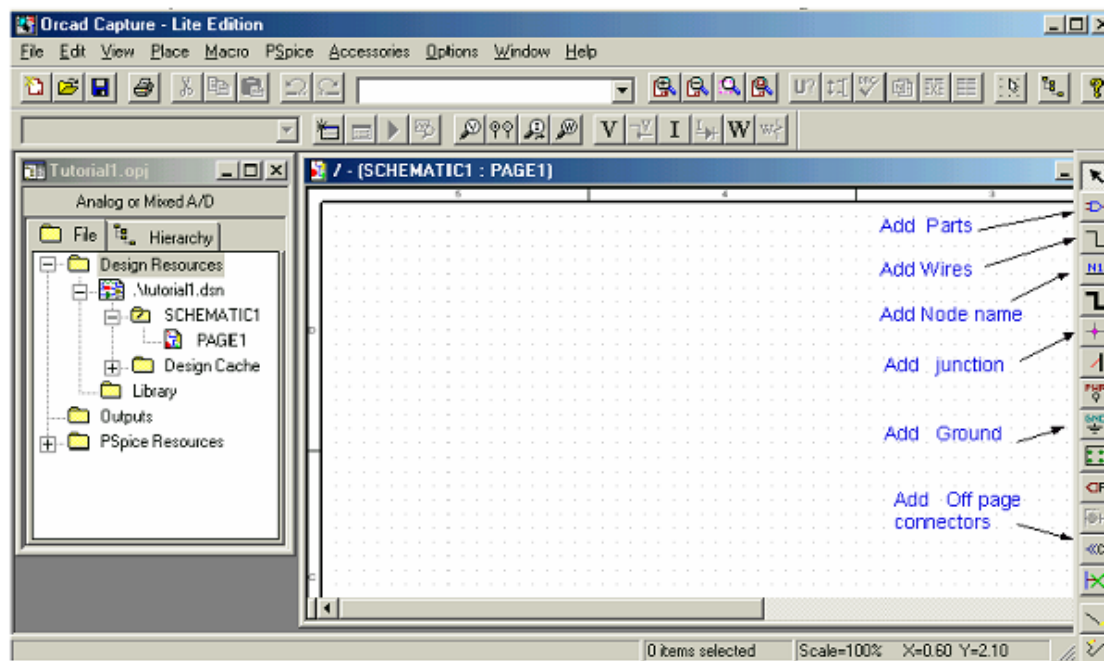

图 3：OrCAD Capture 界面
5. 在放置好所有的元件后，你需要点击 GND 图标放置 Ground 地端子（在右边的工具栏中，见图 3）。当放置地窗口打开时，选择 GND/CAPSYM 并且**给它命名为 0**。不要忘记改变其名字为 0，否则 PSpice 将给出一个错误或“Floating Node”。原因是 SPICE 需要一个地端子作为参考节点，其名字或节点号必须是 0。